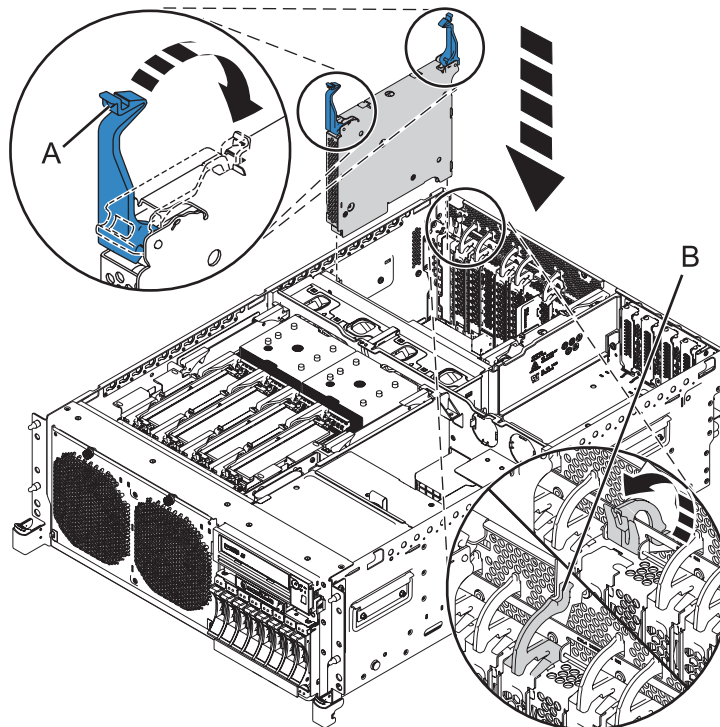
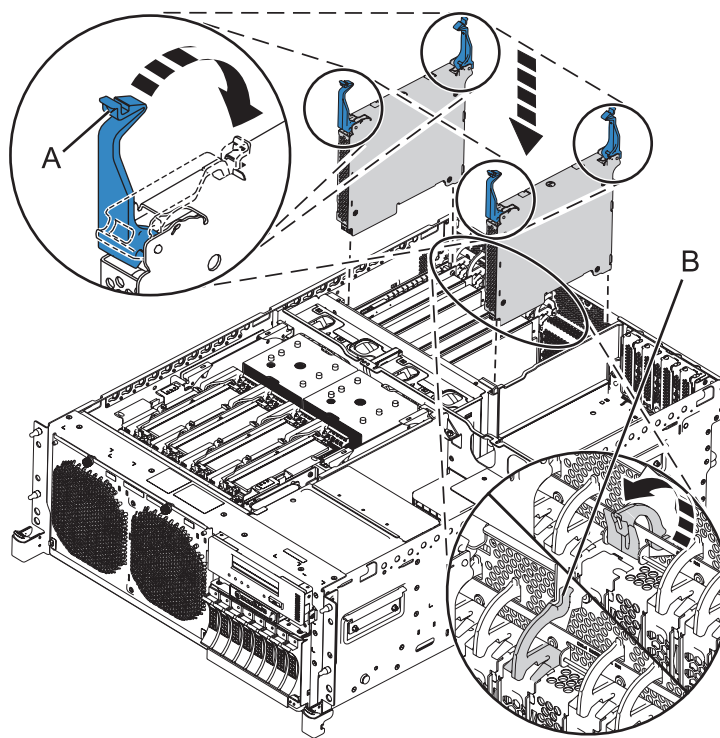

図3. ラック・マウント型 8202-E4B または 8205-E6B システムでの GX アダプターの取り付け
図4. ラック・マウント型 8202-E4C、8202-E4D、8205-E6C、または 8205-E6D システムでの GX アダプター (FC EJ03) の取り付け
11. 5 ページの図 3 および 5 ページの図 4 に示すように、ラッチ (A) を均等に回転させてロック位置にします。
12. ラッチ (B) を回転させてクローズ位置にして、アダプターをアダプター・スロットにロックします。